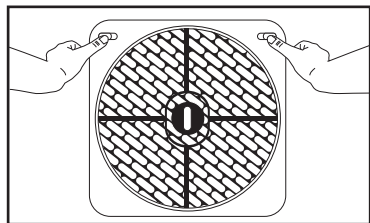

Fig. 7
1. Ouvrir la grille arrière en poussant délicatement les languettes de fixation vers l'extérieur. Voir Fig. 7